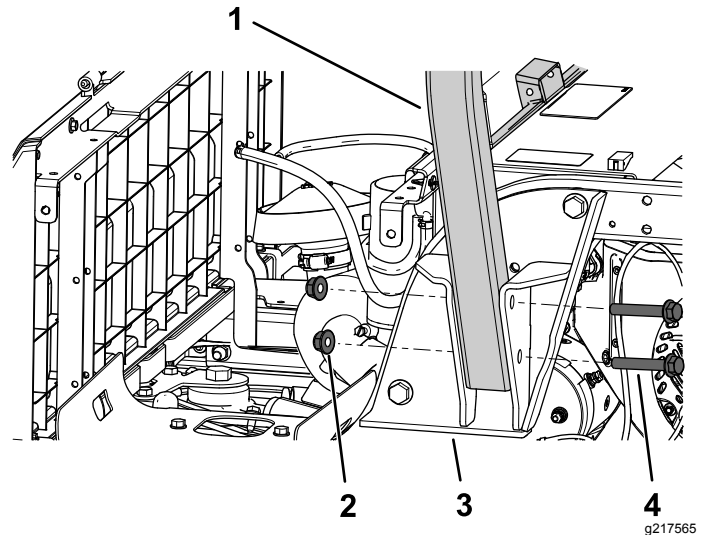

Figura 19
1. Fissate un lato del roll bar a una staffa del ROPS utilizzando 2 bulloni a testa flangiata ($\frac{1}{2}$ " x 3 $\frac{1}{2}$ "") e 2 dadi di bloccaggio ($\frac{1}{2}$ "") come illustrato nella Figura 19.